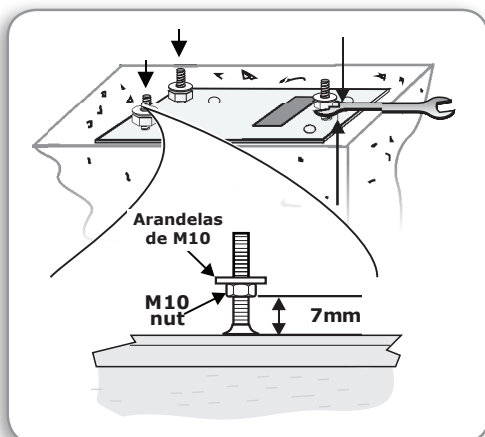

FIGURA 15
1. Montar las tuercas y arandelas M10 a los tornillos de montaje como se muestra en a Figura 15.